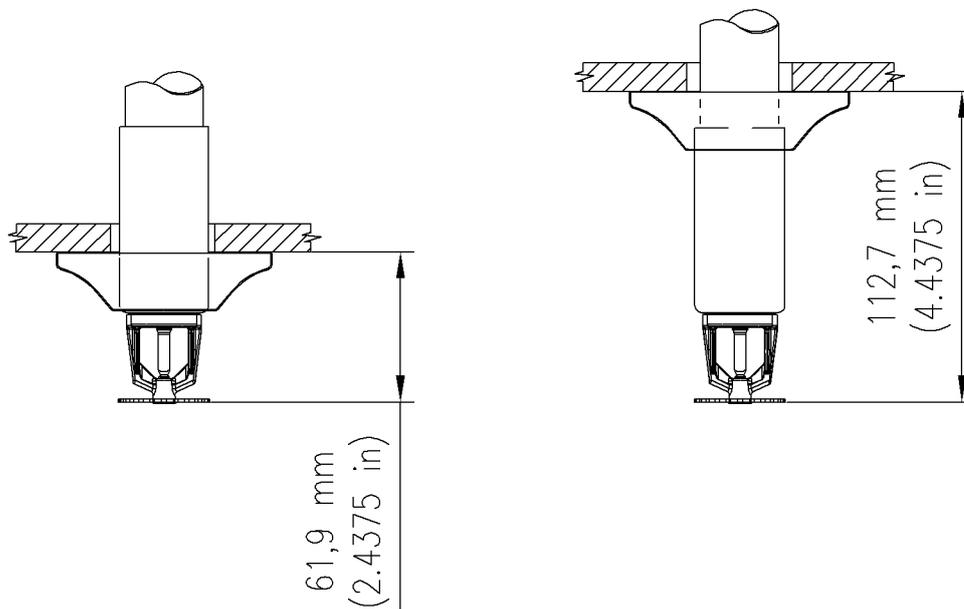

Abb. 4: Sprühteller minimaler (links) und maximaler (rechts) Abstand unter der Decke
- ➔ Minimalen und maximalen Abstand des Sprühtellers unter der Decke einhalten (Abb. 4).